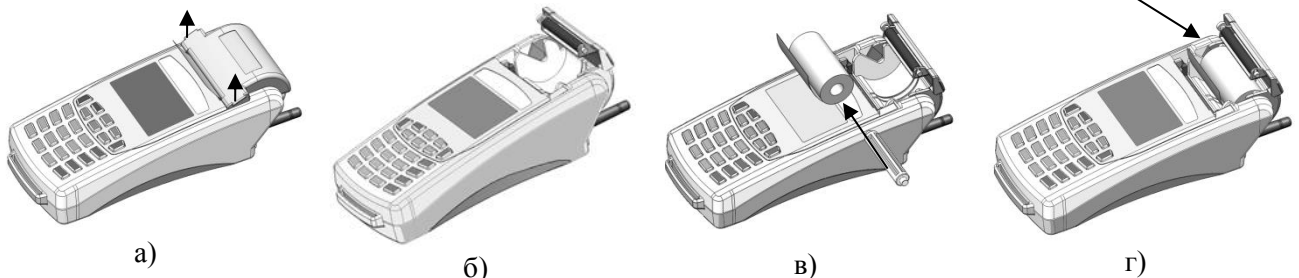

Рис. 11 Встановлення чекової стрічки
- б) Відчинити кришку боксу паперової стрічки (Рис. 11а, Рис. 11б).
- в) Витягнути пластикову вісь із картонним валиком (Рис. 11б).
- г) Встановити новий рулон на вісь (Рис. 11в).
- д) Встановити вісь з новим рулоном на місце, слідкуючи щоб кінці осі увійшли в пази. Вісь з рулоном повинен бути встановлений без перекосів і має вільно обертатися (Рис. 11г). При цьому на дисплей буде виведено повідомлення: